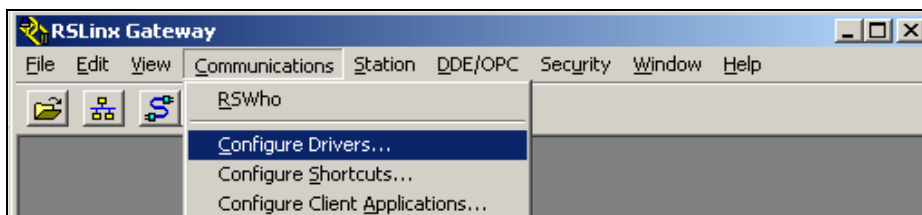

图 3-11 组态驱动
3. 单击菜单栏 *Communications->Configure Drivers...* 或在工具条上单击 *Configure Drivers*（组态驱动），如图 3-11 所示。